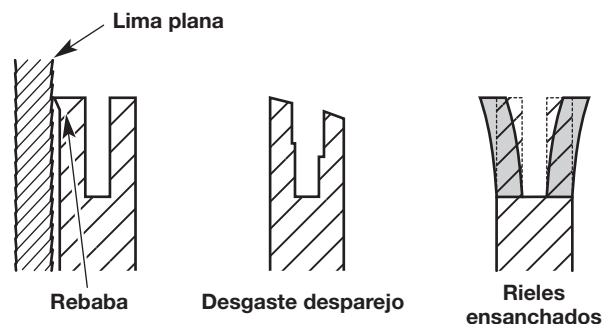

Fig. 20
3. Controle frecuentemente si hay daño en la barra de guía (Fig. 20). El biselado y desbarbado de los carriles de la barra de guía (los rebordes a ambos lados de la canaleta de la barra) es un proceso normal del desgaste de la barra. Estas fallas deben corregirse con una lima tan pronto ocurren (Fig. 20). Una barra de guía con las fallas siguientes debe ser reemplazada: